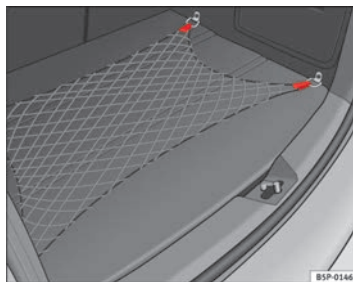

Fig. 109 Red portaobjetos maletero ▶
- Utilice las anillas de amarre existentes en los laterales del maletero, para fijar la red portaobjetos ⇒ fig. 109.